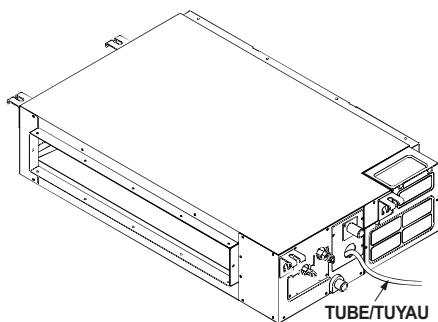

Fig. 39 – Bout de tube
2. Utilisez un bout de tube ou de tuyau pour verser 70 oz d'eau dans le réservoir de la pompe de relevage de condensat (voir la figure 39).